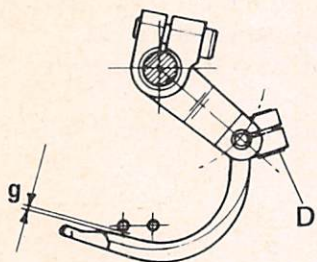
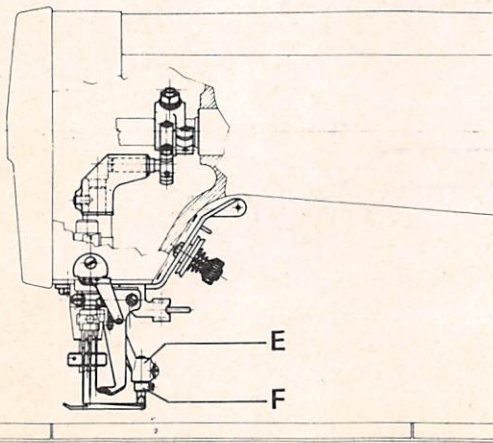

Fig. 33
Fig. 35
3. (quota 'g'). Per ottenere la quota 'g' allentare la vite D (fig. 33) e ruotare il crochet. Far attenzione che l'anello di fermo F sia sempre a battuta contro il porta crochet E (fig. 35).
3. (distance "g") To obtain distance "g", slacken screw D (fig. 33) and turn looper. Make sure that locking ring F is always close up against looper holder E (fig. 35).